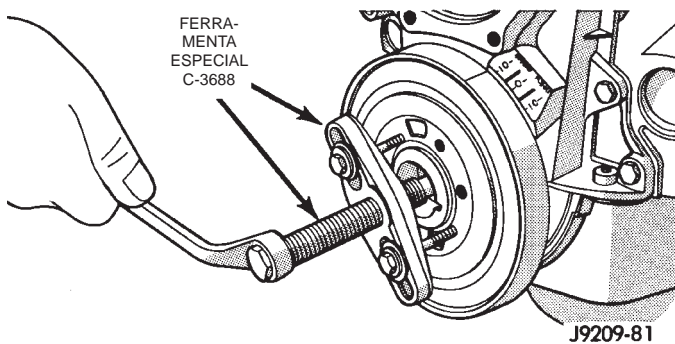

Fig. 37 Conjunto do Abafador de Vibração
- (1) Desconecte o cabo negativo da bateria.
- (2) Remova os parafusos retentores do defletor de ar do ventilador e ajuste o defletor sobre o motor.
- (3) Remova o ventilador do sistema de arrefecimento.
- (4) Remova a correia em serpentina. Consulte o Grupo 7, "Sistema de Arrefecimento".
- (5) Remova a polia do abafador de vibração.
- (6) Remova a arruela e o parafuso do abafador de vibração da extremidade do eixo de manivelas.
- (7) Instale a barra e o parafuso do Conjunto da Ferramenta do Extrator C-3688, instale 2 parafusos com arruelas através da ferramenta do extrator e no abafador de vibração (Fig. 37).